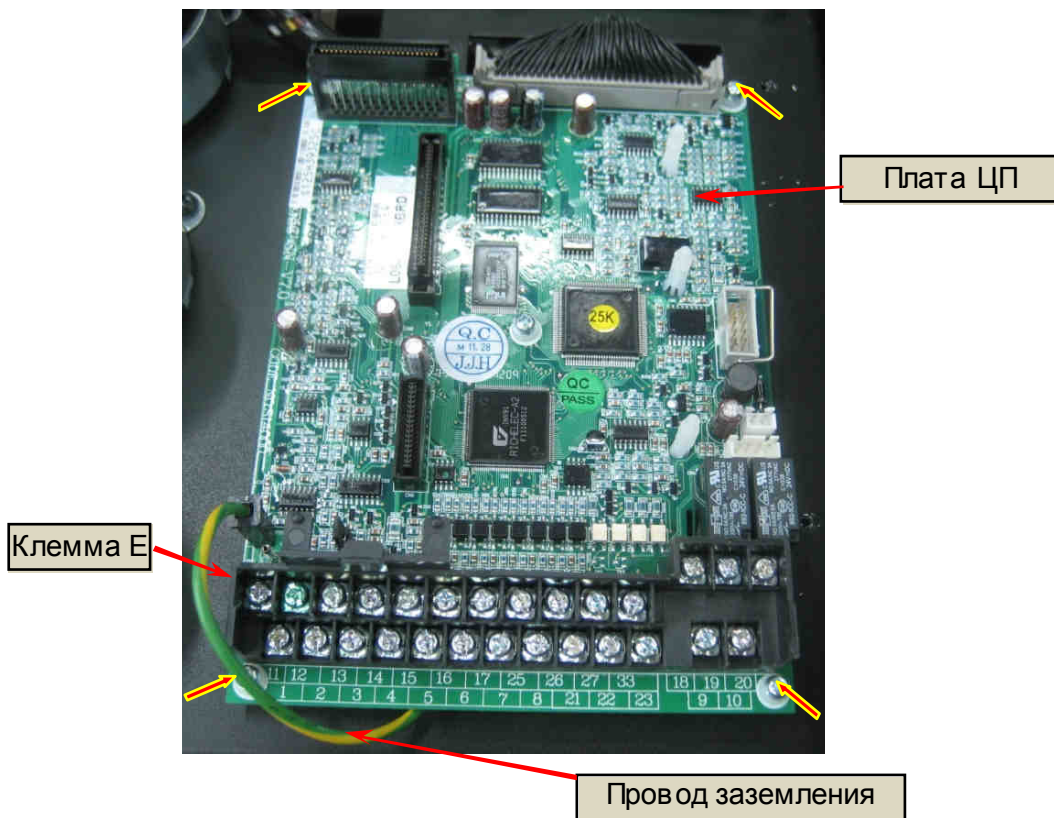

Рис. 6.5.
6.4.2. Отсоединить провод заземления от контакта Е на плате ЦП (рис. 6.5).
6.4.3. Выкрутить пять винтов (рис. 6.5, красные стрелки), демонтировать плату ЦП. Положить плату ЦП и винты в тару.